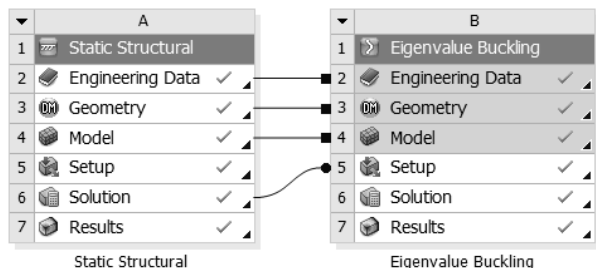

图 14-83 项目管理区中的分析项目
Step1：单击 Mechanical 界面右上角的 （关闭）按钮，退出 Mechanical，返回到 Workbench 主界面。此时，主界面的项目管理区中显示的分析项目均已完成，如图 14-83 所示。